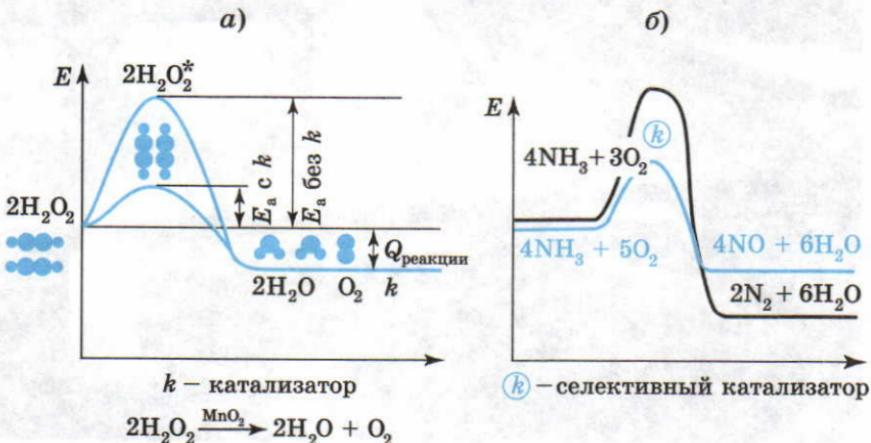

Рис. 31. Энергетические диаграммы каталитических реакций с использованием обычного (а) и селективного (б) катализаторов
Можно увеличить скорость реакции, используя специальные вещества, которые изменяют механизм реакции и направляют ее по энергетически более выгодному пути с меньшей энергией активации (рис. 31, а). Их называют **катализаторами** (от лат. *katalysis* — разрушение).
Катализатор действует как опытный проводник, направляющий группу туристов не через высокий перевал в горах (его преодоление требует много сил и времени и не всем доступно), а по известным ему обходным тропам, по которым можно преодолеть гору значительно легче и быстрее. Правда, по обходному пути можно попасть не совсем туда, куда ведет главный перевал. Но иногда именно это и требуется! Именно так действуют катализаторы, которые называют *селективными* (рис. 31, б). Ясно, что нет необходимости получать из аммиака азот, зато оксид азота (II) используют в производстве азотной кислоты  $\text{HNO}_3$ .
Как и в случае гомогенного катализа, при гетерогенном катализе реакция протекает через активные промежуточные соединения — активированные комплексы (см. диаграмму на рис. 31, a), которые представляют поверхностные соединения катализатора с реагирующими веществами. Сначала происходит адсорбция, т. е. поглощение молекул реагирующих веществ пористой поверхностью катализатора, с образованием активных частиц, участвующих в реакции. Молекулы продуктов не образуют прочных связей с катализатором и десорбируются.